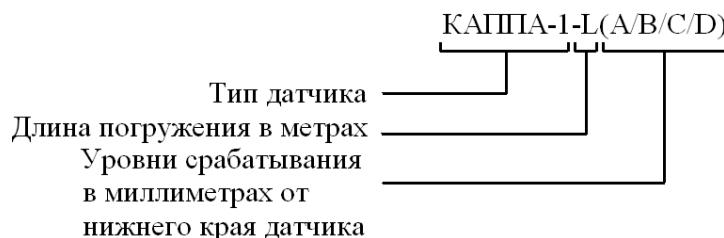

Рис. 1. Расшифровка наименования датчика
1.1.2 Наименование изделия состоит из типа, длины погружения, указания уровней срабатывания (см. рис. 1).